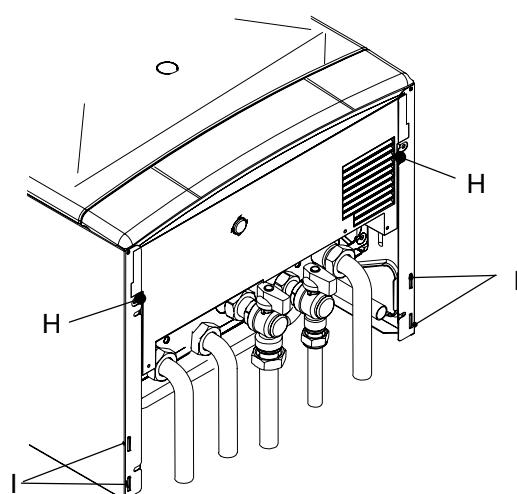

Fig. 5-11
- 10 Remove the screws H and loosen the screws I Fig. 5-11.
- 2 Отверните болты Н и ослабьте болты I. (Рис.5.11)